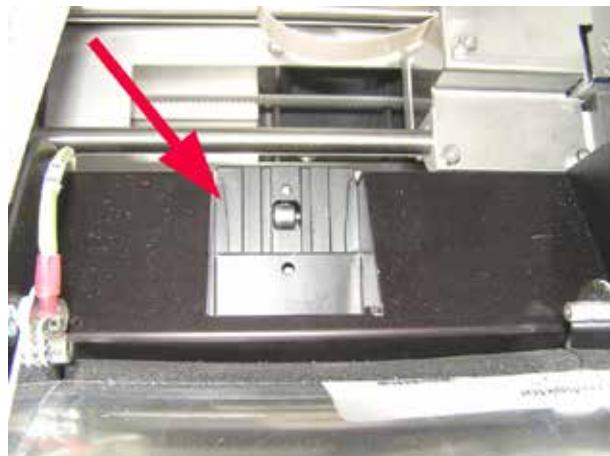

図 47
- **スライド供給シート (→「図 47」)**
シートが清潔なことが必要です(→「図 47」)。